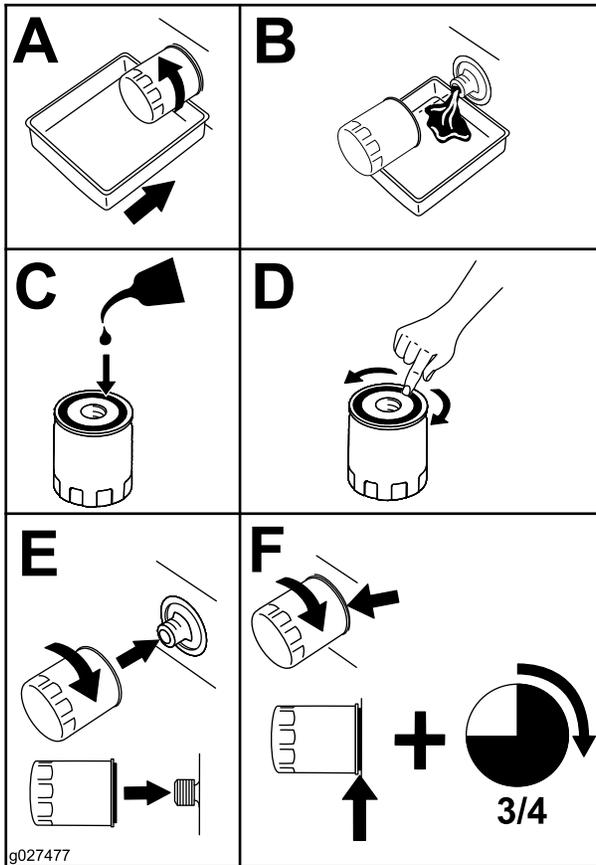

Figure 35
- Remplacez le filtre à huile moteur (Figure 35).